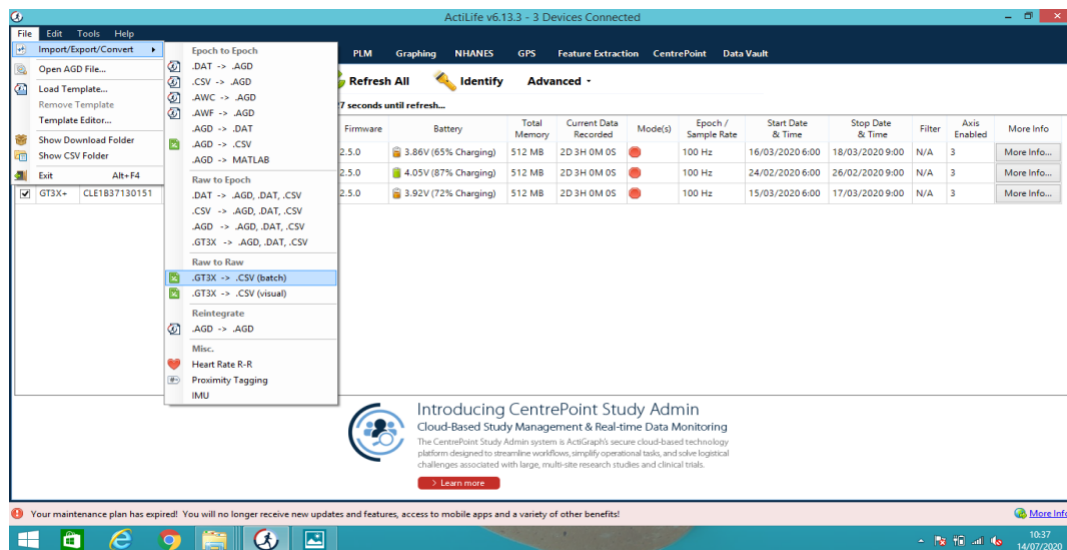

Figura 7. Pantalla para transformar archivos .gt3x a .csv.
1. El archivo **.gt3x** que ha sido descargado para cada participante se debe transformar a un archivo con extensión **“.csv”**. Este procedimiento se lleva a cabo ingresando al software Actilife y pulsando en la pestaña, file, /import/Export/Convert gt3x -> .csv como aparece en la figura 7.
2. Una vez se encuentra en la ventana de la figura 7, se deben transformar los archivos (se puede realizar esta acción con varios archivos a la vez). Finalmente, en la carpeta del ordenador de acelerometría se tendrá un archivo **.gt3x**, **.agd** y **.csv** (tomar en cuenta que el archivo .csv será bastante pesado, >1 GB) de cada participante, los cuales deben ser almacenados.